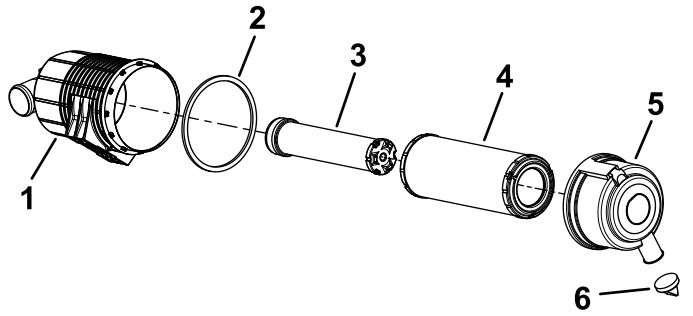

Figura 40
5. Revise el filtro del limpiador de aire y el elemento de seguridad si aparece un aviso (Figura 40).